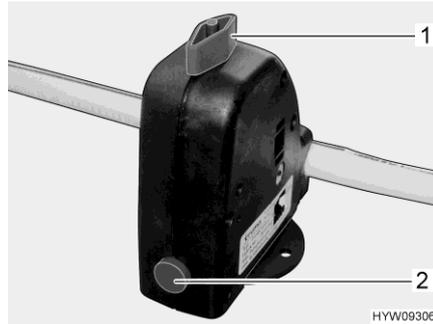

Fig. 171 Válvula de seguridad/purga (caldera)
La caldera está equipada con una válvula de seguridad/purga (Fig. 171). La válvula de seguridad/purga evita que el agua de la caldera se congele cuando no esté conectada la calefacción en caso de helada.
- Cerrar la válvula de seguridad/purga. Para ello, girar el botón giratorio (Fig. 171,1) a la posición transversal en referencia a la válvula de seguridad/purga y hundir el botón (Fig. 171,2).
- Abrir la válvula de seguridad/purga. Para ello, girar el botón giratorio (Fig. 171,1) a la posición longitudinal en referencia a la válvula de seguridad/purga. El botón (Fig. 171,2) salta hacia fuera. La caldera se vacía hacia fuera a través de la válvula de seguridad/purga.